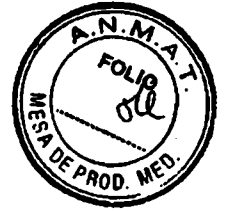

Figura 2. Apriete los tornillos hasta que pasen de las patas de la herramienta de centrado y queden al nivel de la base.
- b. Apriete los tornillos hasta que pasen de las patas de la herramienta de centrado y queden al nivel de la base para asentarlos completamente (Figura 2).